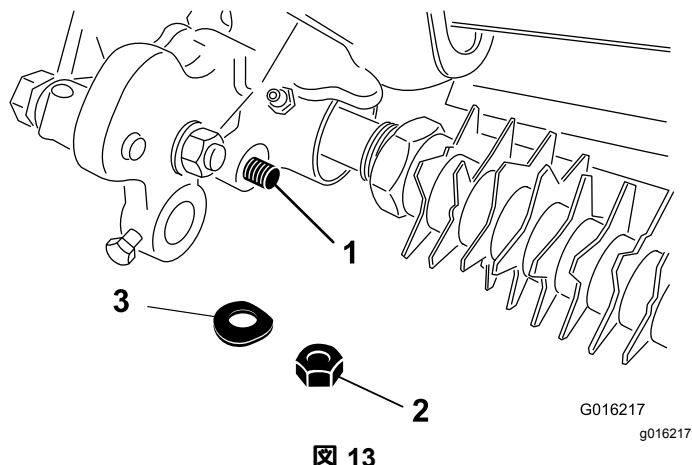

図 13
29. アジャスタームアセンブリのロッド端部をグルーマ駆動アセンブリに固定するベルヴィールワッシャとロックナットを使用する 図 13。
34. アジャスタームアセンブリのロッド端部をグルーマ駆動アセンブリに固定するベルヴィールワッシャとロックナットを使用する 図 13。